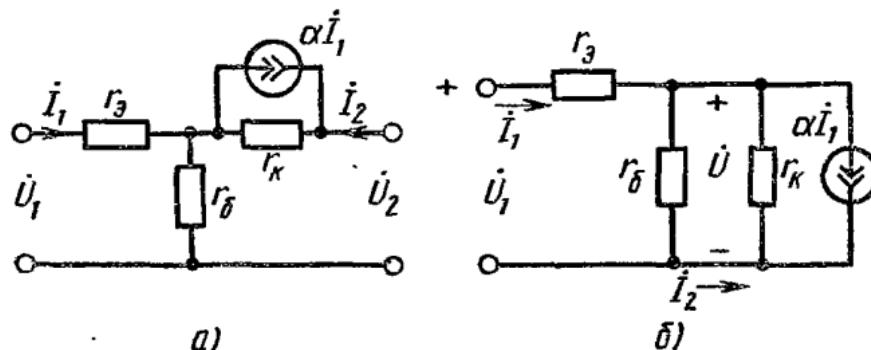

Рис. 2.14
**2.12.** Пользуясь схемой замещения транзистора, включенного по схеме ОБ (рис. 2.14, а), установить зависимость между собственными параметрами и параметрами системы *h*.
определяются в режиме короткого замыкания на выходе для переменного тока. Поэтому для нахождения этих параметров преобразуем схему на рис. 2.14, а в схему, изображенную на рис. 2.14, б. Применив к этой схеме уравнения Кирхгофа, найдем напряжение на входе:
Из схемы на рис. 2.14, б видно, что